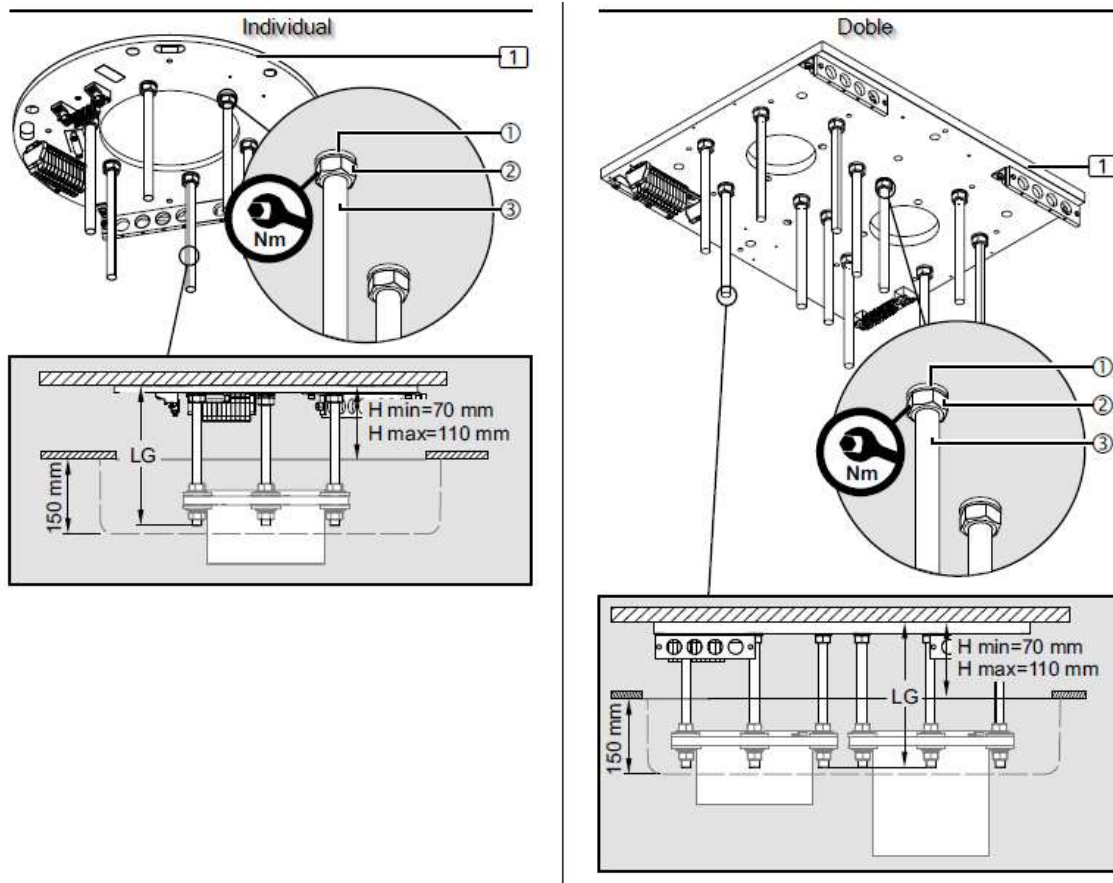

Abb.19 Montage der Schnittstellenplatte mit Zwischendecke
- Die Deckenblende (3) wird später bündig mit der Decke montiert und verdeckt den Rohrflansch an der Decke.
- Die erforderliche Länge der Gewindebolzen M16 x 330 mm (1) hängt vom Abstand H ab: von der Decke bis zur Unterkante der Zwischendecke 2.
- Beachten Sie die Mindest- und Höchstlänge der Gewindebolzen M16 x 330 mm (1).
- Für die Dachverkleidung (3) mit einer Höhe von 150 mm müssen die Gewindebolzen 6/12 M16 x 330 mm (3) wie in Abb. 19 dargestellt gekürzt werden.
- Zur Bestimmung der Länge LG der Gewindeschrauben (1) gilt: $LG = H + 135 \text{ mm}$ (min. 205 mm / max. 245 mm)
- Entfernen Sie leicht die Grate von den Gewindebolzen M16 x 330 mm (1), um einen optimalen Sitz des Gewindes in der Schnittstellenplatte (1) zu gewährleisten.
- Schrauben Sie jeweils 1 Sechskantmutter M16 ② auf jede Gewindebolzen M16 ③ und legen Sie dann jeweils 1 Federscheibe ① auf.